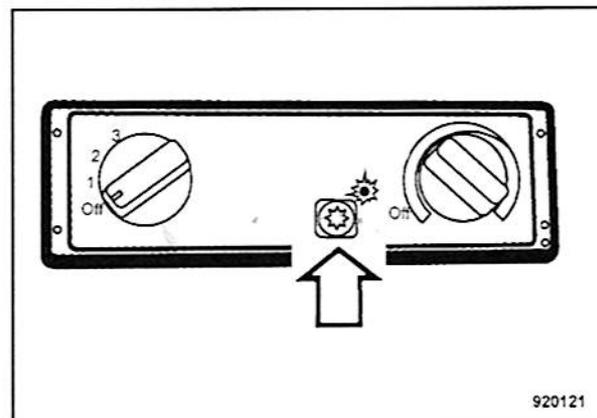

Fig. 133
- Conectar el sistema de aire acondicionado (Fig. 133).